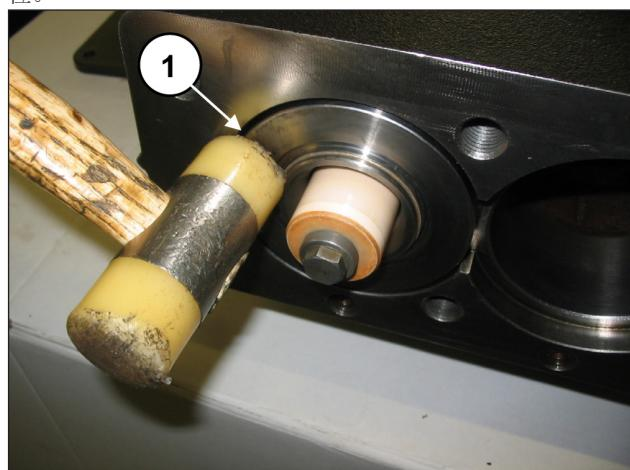

图 160
确保缸套/密封圈支架单元在底座(①, 图 160)正确定位。